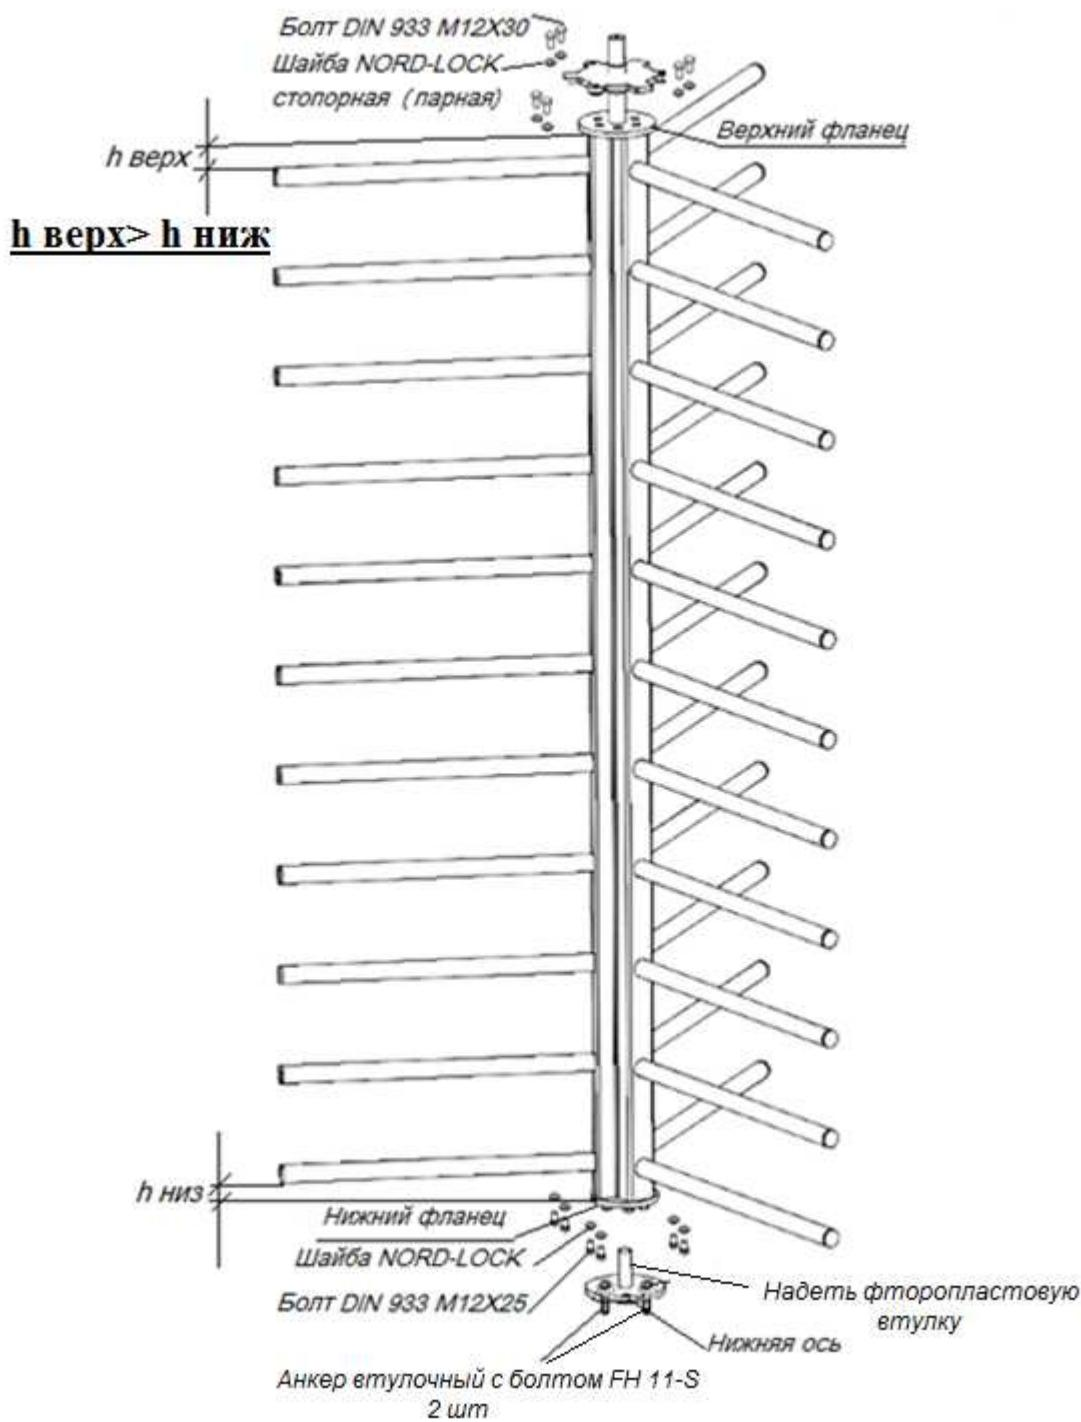

Рис. 10. Сборка роторной калитки.
4.2.11. Соберите подвижные элементы турникета (роторную калитку) соединив три секции роторной калитки с нижним фланцем с помощью болтов M12 рис. 10.